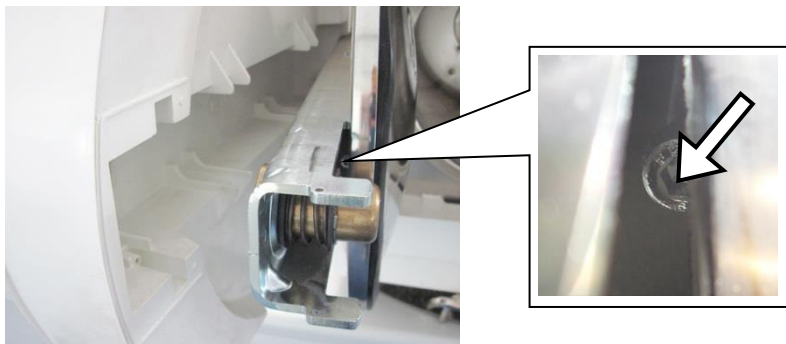

Рис. 3: Дверь открыта, дверная планка демонтирована
- Перед регулировкой дверной планки, отмените программу и выкрутите регулировочный винт с шестигранной головкой на 4 мм (см. Рис. 3, выноска) чтобы обеспечить определенную степень свободы для регулировки.